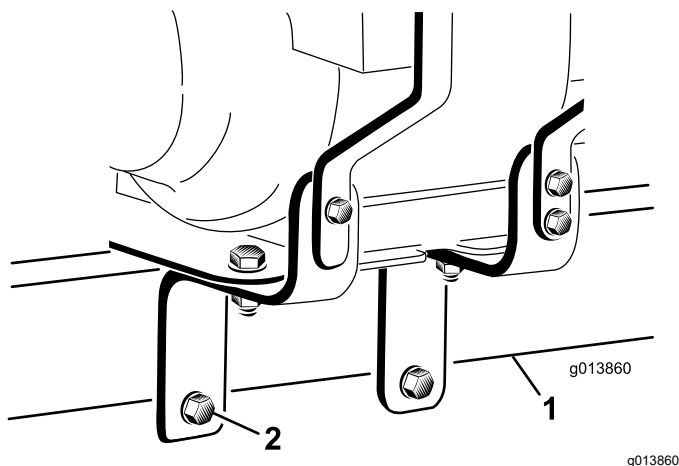

Рисунок 7
8. Вставьте 2 болта ($\frac{1}{2}$ x 5 дюймов) в отверстия монтажного кронштейна двигателя, проследив, чтобы плоская шайба была прижата к каждой наружной лицевой поверхности монтажного кронштейна двигателя и чтобы болты прошли под нижней частью трубы сцепного устройства. От руки затяните 2 гайки ($\frac{1}{2}$ дюйма), как показано на Рисунок 7.